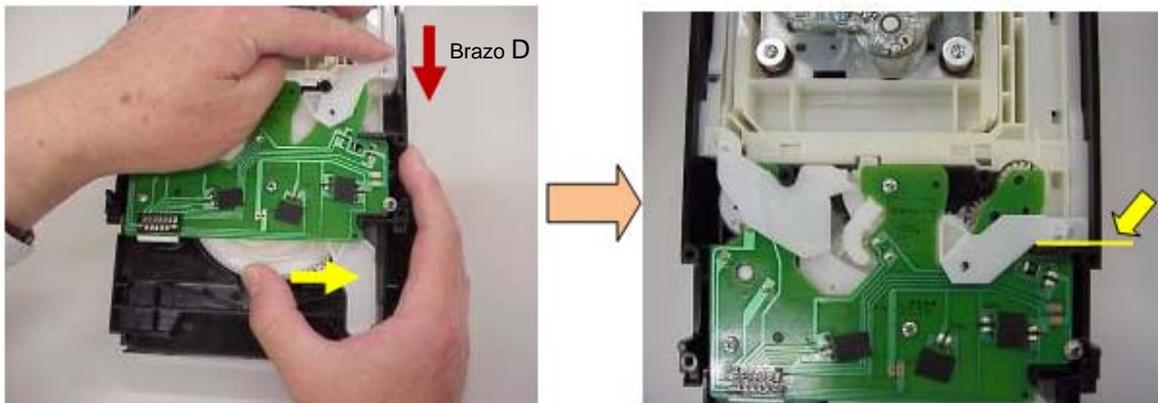

Fig. 1.16
3.2 Mueva el brazo (D) y el deslizador
Gire el engrane principal en sentido contrario a las manecillas del reloj. El brazo comienza a moverse hacia enfrente, mueva el deslizador junto con el brazo (D) empujándolo con su dedo. Si se gira el engrane principal en sentido contrario a las manecillas del reloj hasta el final, el brazo (D) y el deslizador se moverán a la posición indicada. (Fig. 1.16)